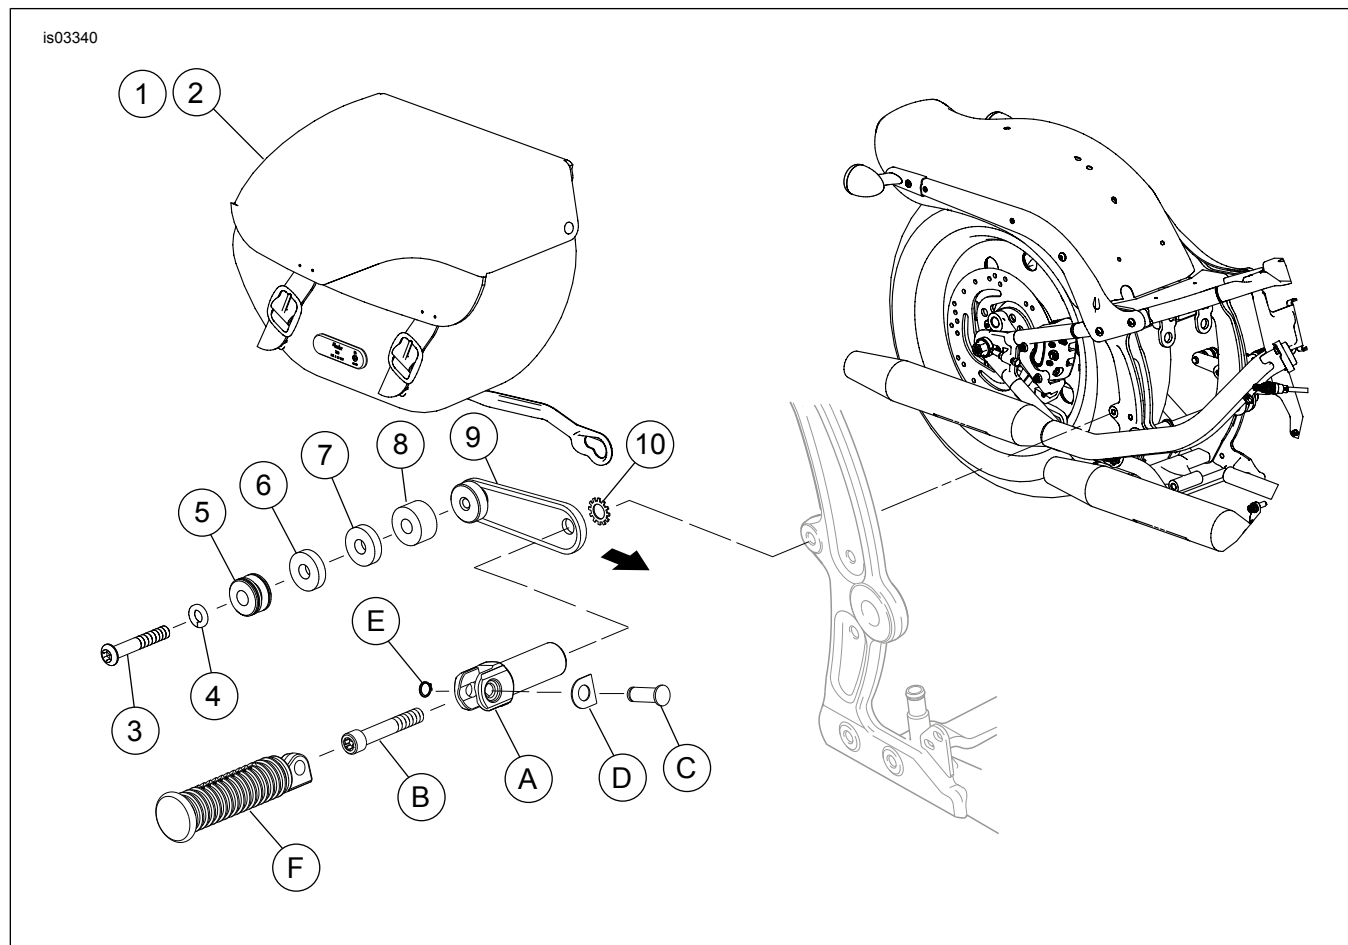
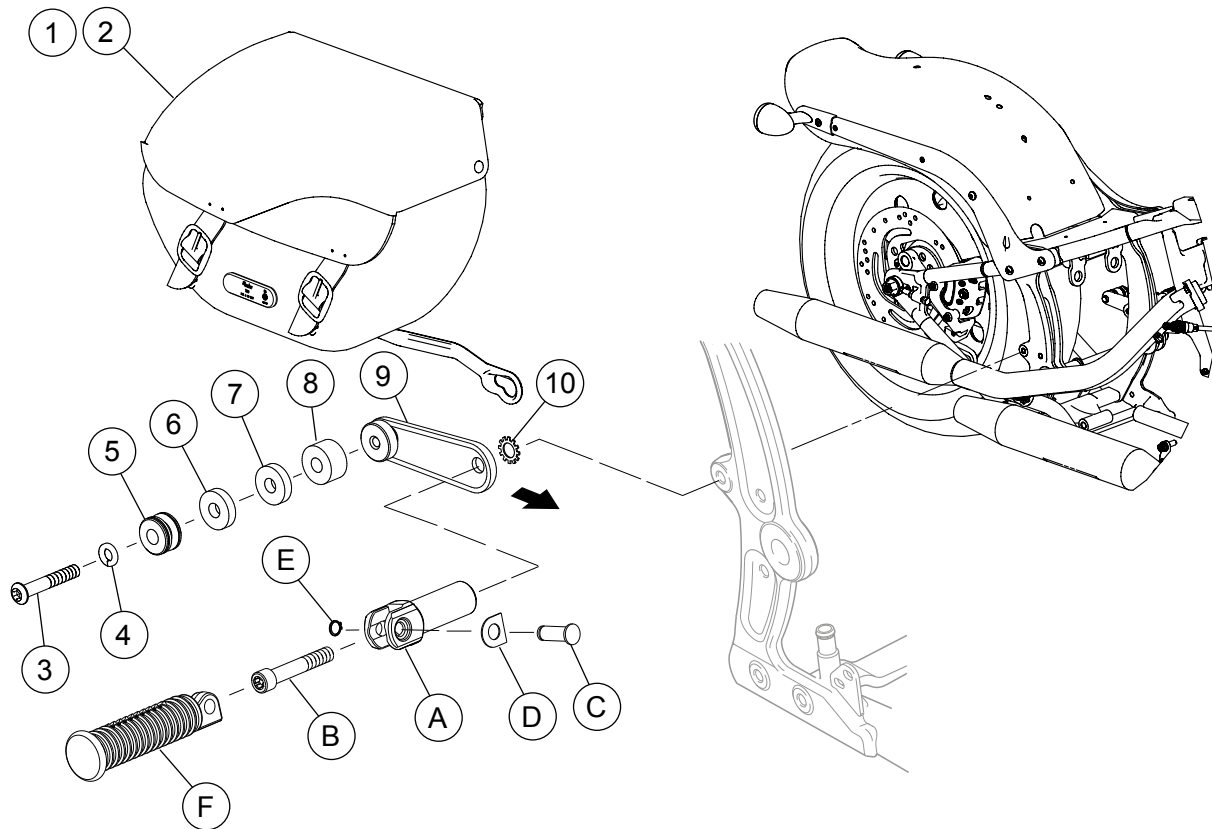

Figura 7. Peças de reposição: kit de alforje removível FLST/C ano 2003 e posteriores e FX Softail (exceto FXSTD) anos 2003 a 2005
Figura 8. Peças de reposição: kit de alforje removível Softail ano 2006 e posteriores (exceto FXSTC)
1. Veja a Figura 8. Instale a arruela de pressão bipartida (4), o mini-ponto de suporte (5), o espaçador (6) (0,241 pol. no lado direito, 0,192 pol. no lado esquerdo) e o espaçador (7) (0,297 pol.) no parafuso (3).
2. Aplique Loctite 243 (azul) nas roscas do parafuso (3).
3. Enquanto mantém o(s) espaçador(es), o ponto de suporte e a arruela de pressão centrados e alinhados entre si, instale o parafuso na parte rosqueada do suporte inferior dianteiro (9). Aperte o parafuso com torque de 16,3 a 24,4 N·m (12 a 18 lb·pé).
2. Veja a Figura 7 ou a Figura 8. Gire o suporte inferior dianteiro (9) (com espaçador[es] e mini-ponto de suporte instalados) para que o mini-ponto de suporte inferior dianteiro (5) esteja totalmente assentado no diâmetro menor do furo da chave do braço de suporte inferior do alforje.
- a. Gire o suporte do pedal de apoio (A) de modo que a ranhura do pedal de apoio se dobre na direção da traseira formando um ângulo de 10 a 15 graus da vertical.
- b. Segure o suporte inferior dianteiro (9) para evitar que gire, aperte o parafuso com torque de 47,5 a 61 N·m (35 a 45 lb·pé) usando uma chave longa T-50 TORX.